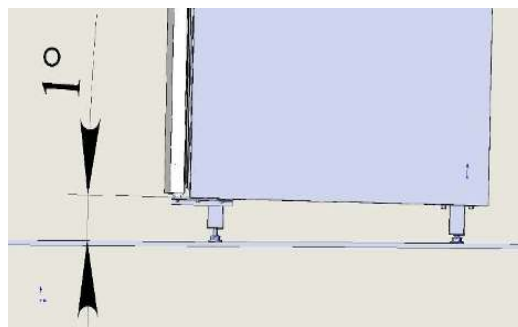

Рис. 10
11. Отрегулировать шкаф с наклоном на заднюю стенку на 1° - 3° градуса - рис.10.